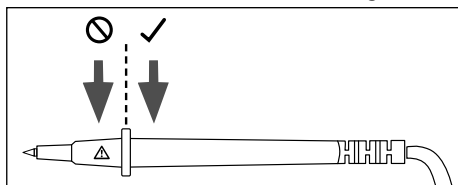

Abb. 3
- Halten Sie die Messspitzen **6** nur im vorgesehenen Griffbereich fest (siehe Abb. 3). Der Bereich mit dem Warnzeichen **⚠** darf nicht berührt werden, ansonsten besteht beim Messen Gefahr durch Stromschlag!